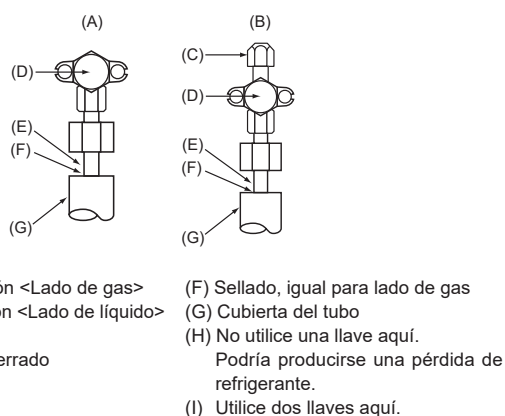

Fig. 4-4
- Las marcas rojas (G) indican que el refrigerante inflamable está cargado.
4.4. Método de prueba de presión de nitrógeno en tuberías de refrigerante (Fig. 4-4)